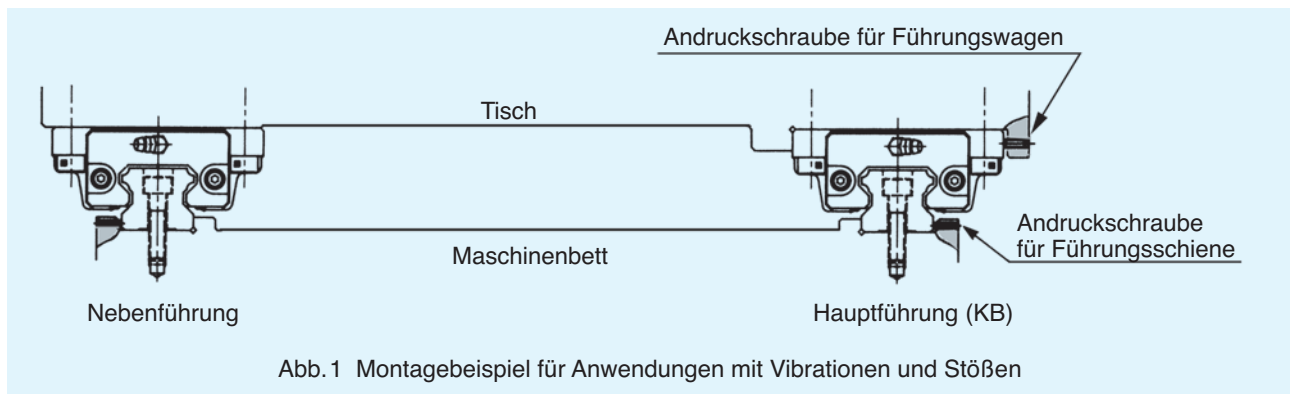

Abb. 1 Montagebeispiel für Anwendungen mit Vibrationen und Stößen
- ① Den Tisch vorsichtig auf die Führungswagen aufsetzen. Anschließend Befestigungsschrauben einsetzen und provisorisch anziehen.
- ② Die Führungswagen auf der Hauptführungsseite mit den Andruckschrauben gegen die Bezugsseite des Tisches drücken und den Tisch ausrichten (s. Abb. 1).
- ③ Die Befestigungsschrauben der Führungswagen an Haupt- und Nebenführungen vollständig festziehen.